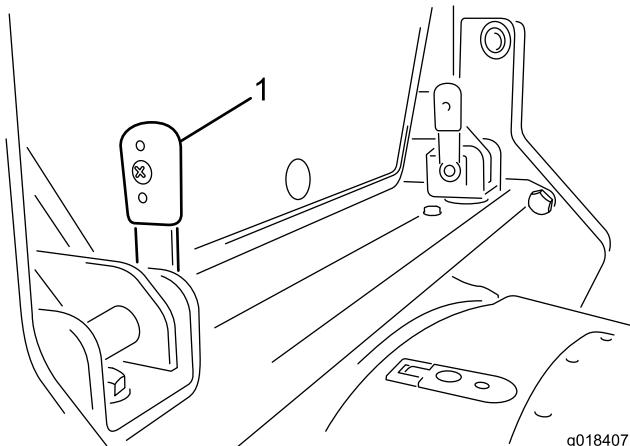

Bild 16
1. Drehen Sie die zwei Sperrhebel am Deckenbalken hinten an der Kabine so, dass sie nach vorne zeigen (Bild 16).
3. Drücken Sie die Griffe, die vertikal sind, (Bild 16) durch die Halterungen. Sie müssen die Hebel ggf. in den Halterungen hin- und herbewegen, um die Sperrstifte in den Schlitten der Halterungen auszufluchten.